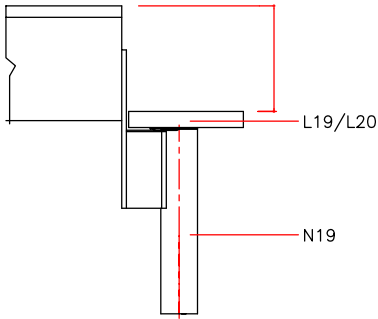

**FIG. 7**
9. Recortar la plantilla (fig. 7 - página central).